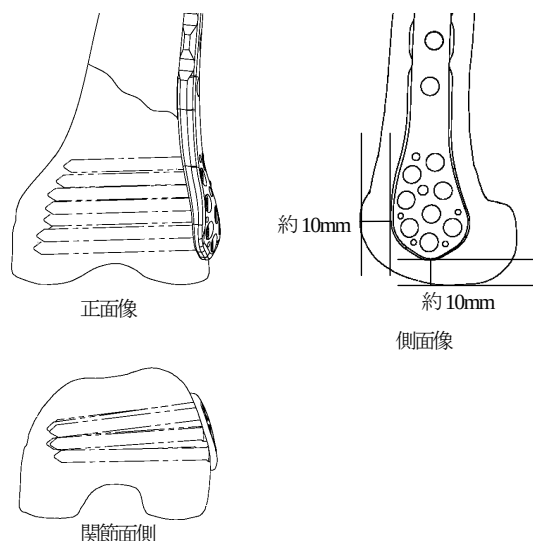

図 3-1
- 4) プレートの推奨設置位置は、側面像で関節面から約 10mm、前方骨面から約 10mm の位置となり、その際スクリューが至適位置となるように設計されています。(図 3-1)